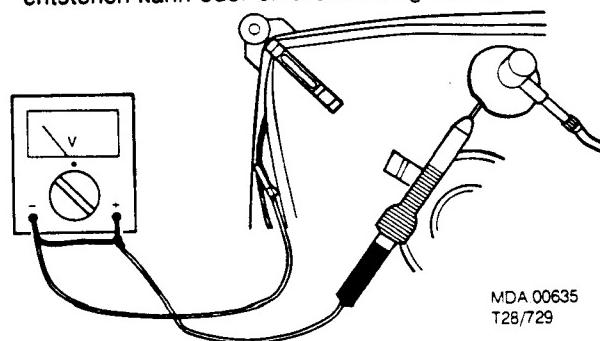

Fig. 1
3. Um Beschädigungen an integrierten Schaltungen, Dioden, Transistoren usw. zu vermeiden, sind Hochspannungsüberschläge unbedingt zu vermeiden. Damit die Bildröhre keinen Schaden nimmt, muss beim Entladen die in Bild 1 dargestellte Methode angewandt werden. Es sind eine Hochspannungssonde und ein Universalmessgerät einzusetzen (Stellung DC-V). So lange entladen, bis die Anzeige am Messgerät 0 Volt geworden ist (nach ca. 30s).